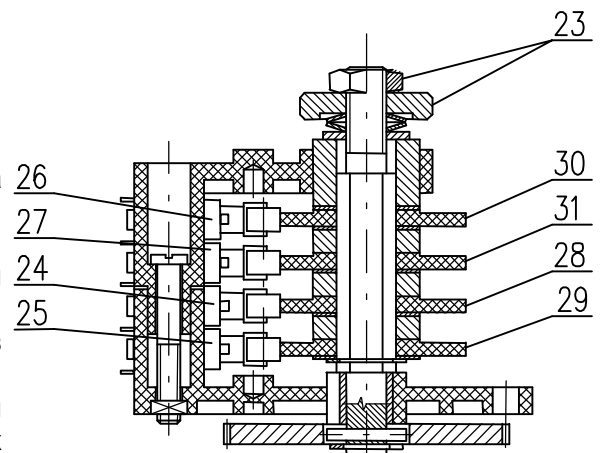

Рис.4
4.2 Установка узла положения и сигнализирования (рис.4)
Прибор из завода-производителя установлен на жесткий ход (на основании спецификации), приведенной на заводской табличке. При установке, наладивании и перестановке прибора поступайте следующим образом (рис.4):